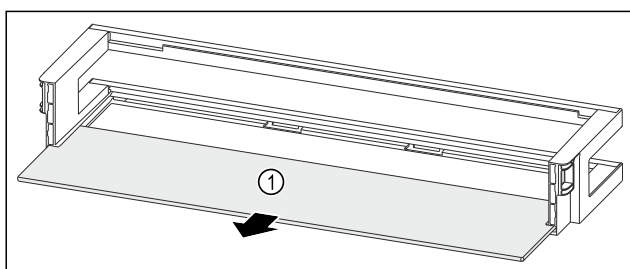

Fig. 89 Deurrek met draagplateau
- Draagplateau Fig. 89 (1) verwijderen.